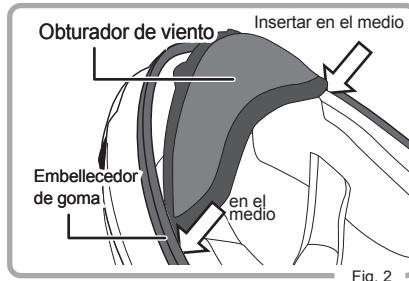

Fig. 2
2. Inserte el forro intermedio de ambos lados del obturador de viento entre la zona delantera de la carrillera y el embellecedor de goma (Fig. 2).